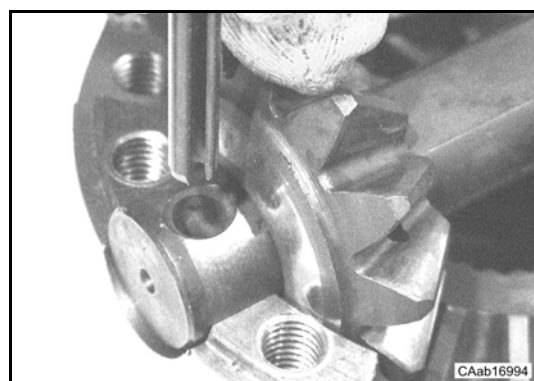

Fig. 13
- Al montaggio delle spine elastiche ad intaglio assicurarsi che l'intaglio delle stesse sia orientato nel senso dello sforzo sollecitante la spina (Fig. 13).
- *Before assembling elastic pins, make sure that the pin notch is oriented towards the stressing force (Fig. 13).*